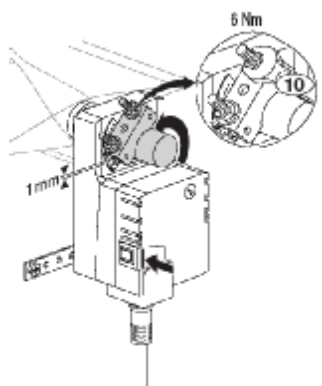

Рис. 7
5. Закрепить гаечным ключом гайки на V-образном хомуте с усилием не больше 6 Нм (Рис.7).